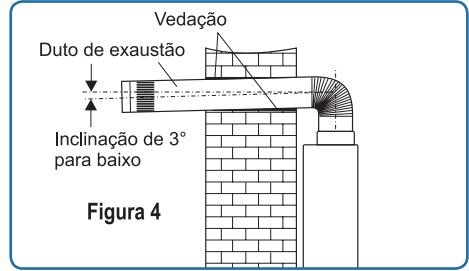

Figura 4
- O duto de exaustão deve ser direcionado para fora com uma inclinação de 3° para baixo para facilitar o fluxo da água condensada (Figura 4).